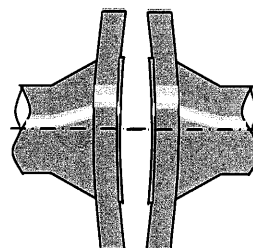

図4 フランジの変形
- フランジが変形していると、正確な締付面圧がかけられず漏れの原因となりますのでフランジを交換するか、修正して下さい。(図4参照)